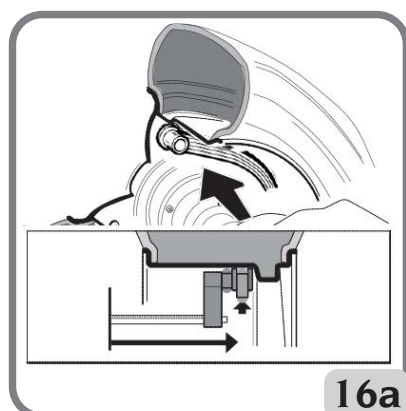

Fig.16a: Adquisición manual de la distancia del plano externo en los Tipos de programa
- Llevar el extremo del brazo automático de medición a nivel del plano escogido para la aplicación del peso externo (fig.16a), de forma análoga a lo descrito anteriormente para el flanco interno.